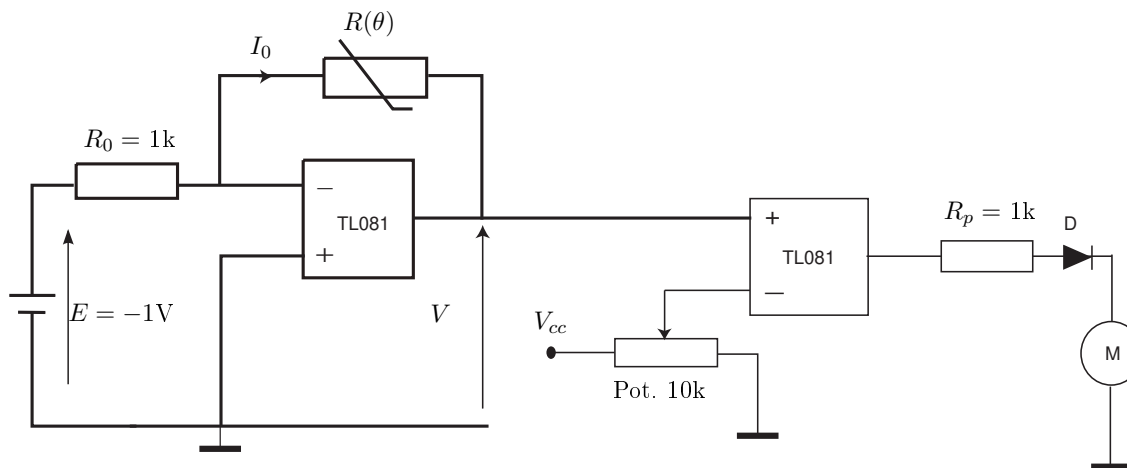

FIGURE 14.3 – Régulation de la température. M est un ventilateur (moteur).
- [☞] Réaliser le montage de la figure 14.3